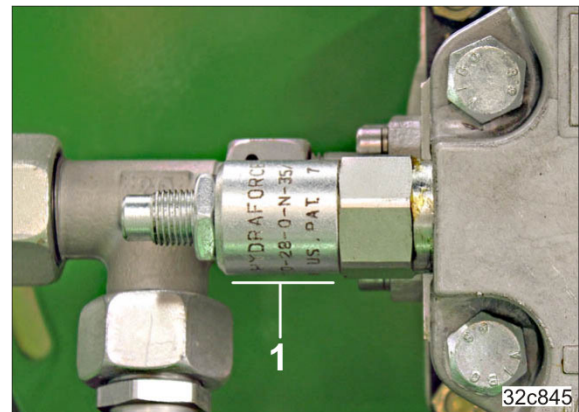

Bild 163
- 2.1 Tryckbegränsningsventil med rund ytterkontur (Bild 163/1)